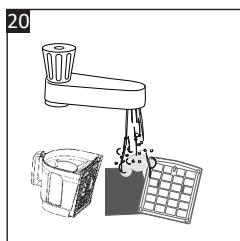

Fig. 20
6. Țineți filtrul de burete (21) cu partea murdară în jos și clătiți-l sub jetul de apă de la robinet cu apă caldă până când apa curge limpede (Fig. 20). Clătiți filtrul HEPA (22) în același mod.
7. Clătiți interiorul colectorului de praf (11) cu apă caldă.